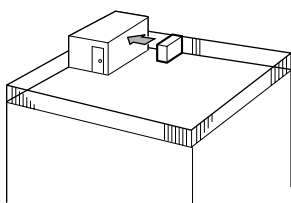

Fig. 3-2
① Posizionare la bocca di uscita dell'aria verso la parete più vicina, mantenendola a circa 50 cm di distanza dalla parete. (Fig. 3-2)